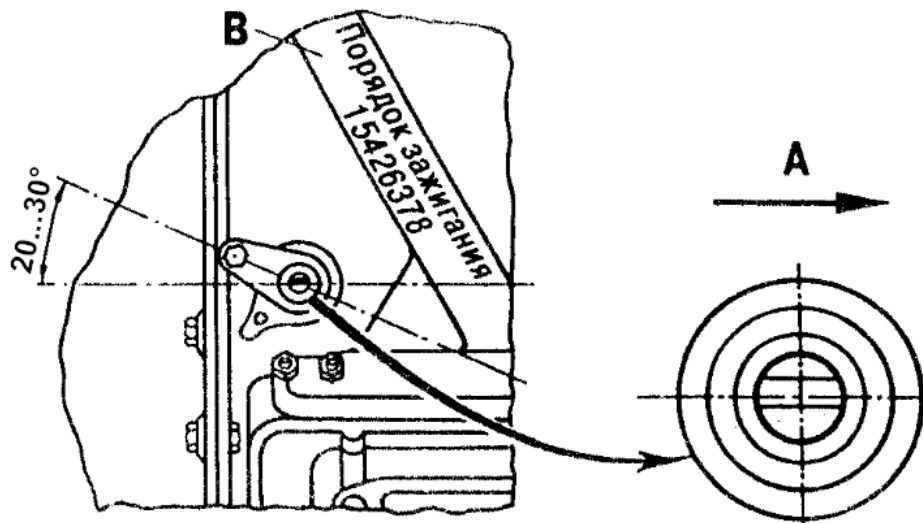

Рис.36. Установка привода распределителя:
3. Закрепить корпус привода держателем и гайкой так, чтобы кронштейн с резьбовым отверстием, имеющийся на корпусе привода, был направлен назад, считая по ходу автобуса, и повернут, примерно, на 20...30° влево по часовой стрелке от продольной оси двигателя, как показано на рис.36.